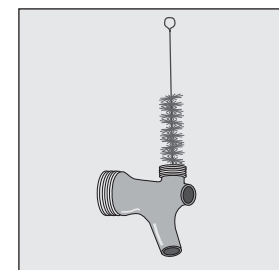

Fig. 3. Limpie a fondo los componentes del grifo.
8. Limpie las piezas del grifo con el cepillo suministrado. Véase la fig. 3.